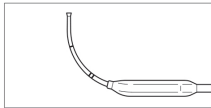

Figure 6 : Courbure frontale
- Sinus frontaux :** Lors du traitement du récessus frontal, il est recommandé d'utiliser une courbe de grand rayon semblable à un instrument de localisation de sinus frontal (Figure 6). Il s'agit de la forme/courbe fournie dans l'emballage.